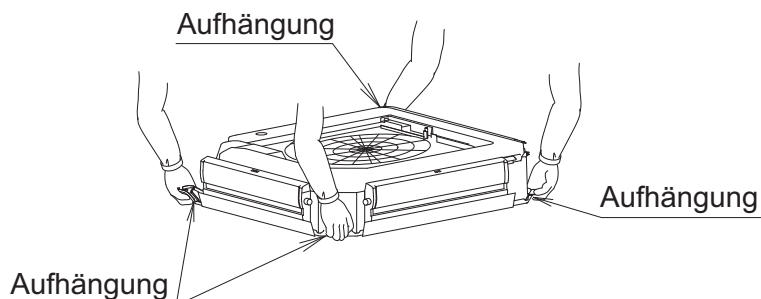

Abb. 9
- Fassen Sie das Innengerät beim Tragen an den Metallbeschlägen für die Aufhängung an. **(Siehe Abb. 9)**